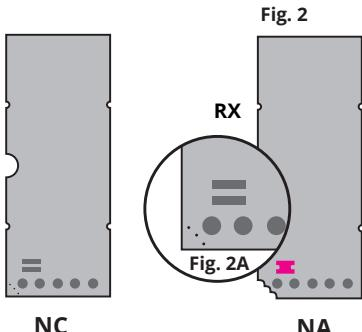

Fig. 2
- Per eseguire un contatto NA (Normalmente aperto): Spezzare l'angolino della scheda RX, in corrispondenza dei 3 fori (come evidenziato in figura 2A) e fare una stagnatura nei due contatti evidenziati. (Fig.2)
- To make a NO (Normally Open) contact: Break off the corner of the RX card, in correspondence with the 3 holes (as shown in figure 2A) and do the tinning of the two contacts indicated. (Fig.2)
Um ein Einschaltglied einzurichten (Schließer): Die Ecke der Platine RX an den 3 Öffnungen abbrechen (wie in Abbildung 2A dargestellt) und die beiden hervorgehobenen Kontakte verzinnen. (Abb. 2)
- Pour établir un contact NO (normalement ouvert) : Casser le coin de la carte RX, en correspondance avec les 3 trous (comme indiqué sur la figure 2A) et étamer les deux contacts indiqués. (Fig.2)
- Para realizar un contacto NA (Normalmente abierto): Separar un trozo de la tarjeta RX, cerca de los 3 agujeros (como se muestra en la figura 2A) y hacer un estañado en los dos contactos destacados (Fig.2)